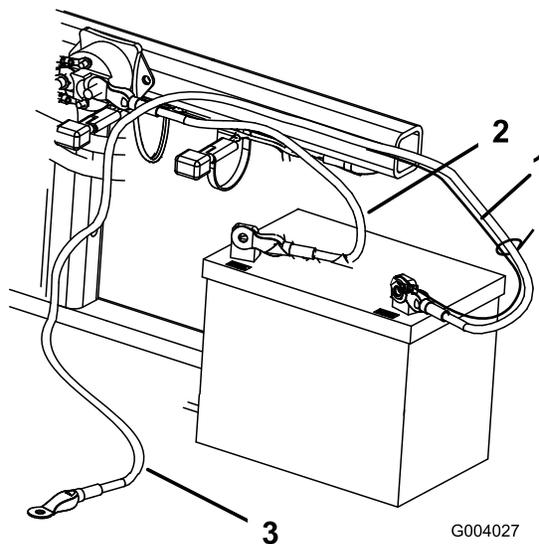

Figura 6
2. Fixe o cabo positivo (vermelho) ao terminal positivo (+) com um parafuso ( $\frac{1}{4}$  pol. x  $\frac{5}{8}$  pol.) e uma porca de bloqueio (Figura 6).
3. Fixe o pequeno cabo preto e o cabo negativo (preto) ao terminal negativo (-) da bateria com um parafuso ( $\frac{1}{4}$  pol. x  $\frac{5}{8}$  pol.) e uma porca de bloqueio ( $\frac{1}{4}$  pol.) (Figura 6).